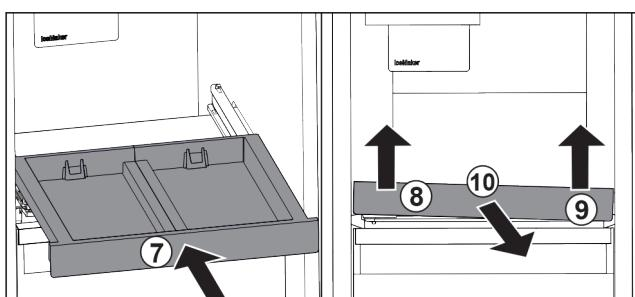

Fig. 106
- Вкарайте изтеглящата се дъска. Fig. 106 (7)
- Повдигнете изтеглящата се дъска отпред отляво. Fig. 106 (8)
- Повдигнете изтеглящата се дъска отпред отляво. Fig. 106 (9)
- Извадете изтеглящата се дъска напред. Fig. 106 (10)